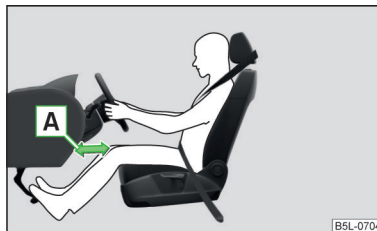

Fig. 11
- Ajuste el asiento del conductor longitudinalmente de forma que la distancia de las piernas [A] hasta el tablero de instrumentos en la zona del airbag de rodillas sea al menos de 10 cm » fig. 11. En caso de que no sea posible cumplir esta condición debido al tamaño del cuerpo, se debe acudir a un taller especializado.